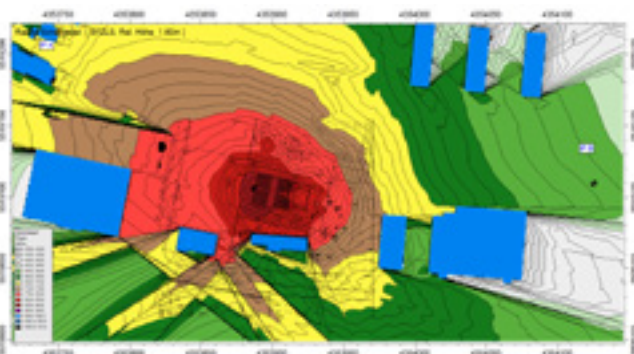
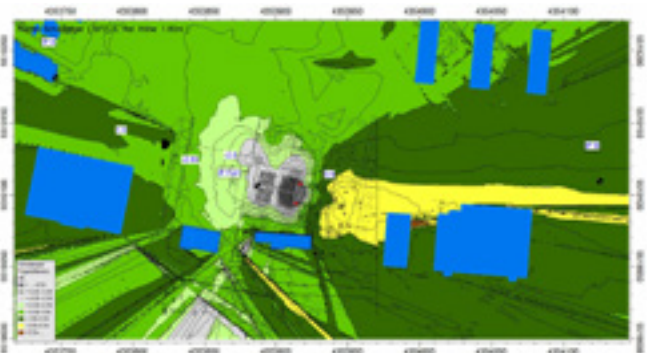

Abbildung 2: Immissionsraster auf 1,6 m Höhe, Ansatz Sächsische Freizeidlärmstudie
Abbildung 4: Differenz der 2 Immissionsraster (Sächsische Freizeidlärmstudie minus XHN-Import (Fernfeld) auf 1,6 m Höhe)
Um einen Eindruck vom Einfluss der beschriebenen Ansätze zu geben, wurde eine Vergleichsrechnung zwischen der Richtcharakteristik aus der Sächsischen Freizeidlärmstudie und einem speziell konfigurierter PA-System (inkl. Delay Line) des Lautsprecherherstellers L-Acoustics4 vorgenommen. Für beide Konfigurationen wurde das gleiche Emissionsspektrum (hinsichtlich Frequenzgang und Schallleistung) angesetzt. Hierbei wurde jeweils ein Schallleistungspegel von 126 dB(A) auf die Lautsprecher verteilt. Die folgenden Abbildungen zeigen das Immissionsraster auf 1,6 m Höhe berechnet mit dem Ansatz nach der Freizeidlärmstudie (Abbildung 2) und dem konfigurierter PA-System des Herstellers L-Acoustics (Abbildung 3) sowie ein Differenzraster aus den beiden berechneten Immissionsrastern (Abbildung 4).